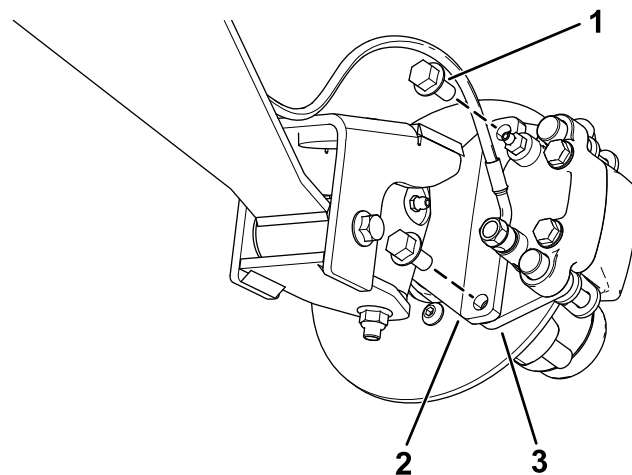
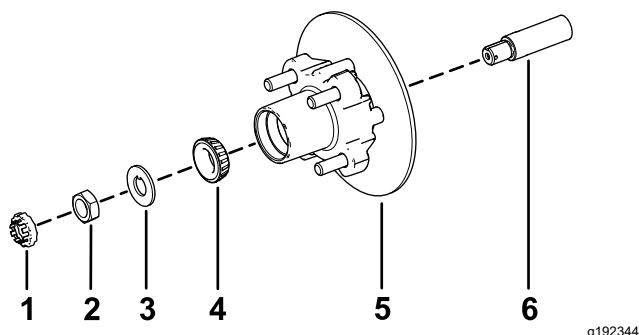

図 28
図 32
3. ブレーキアセンブリ用のブラケットをスピンドルに固定しているフランジヘッドボルト $\frac{3}{8}$ " x  $\frac{3}{4}$ "を外してスピンドルからブレーキを取り外す 図 28。
1. スピンドルに所定のグリスを薄く塗る 図 32。
2. ハブとロータをスピンドルに取り付ける。ロータを内側にあること 図 32。
3. スピンドルに外側ベアリングを取り付けてレースにはめる 図 32。
4. スピンドルにタブワッシャを取り付ける 図 32。
5. スピンドルにスピンドルナットを取り付け、ハブを回してベアリングを着座させながらナットを 15 N·m 1.52 kg·m = 11 ft·lb に締めつける 図 32。
2. ブレーキパッドをロータのそれぞれの側に合わせ 図 28、キャリパブラケットの穴と、スピンドルフレームのブレーキ取り付け部の穴を整列させる 図 32。
3. キャリパブラケットをスピンドルフレームに固定する 図 28 フランジヘッドボルト  $\frac{3}{8}$ " x  $\frac{3}{4}$ " 2本を使用する。